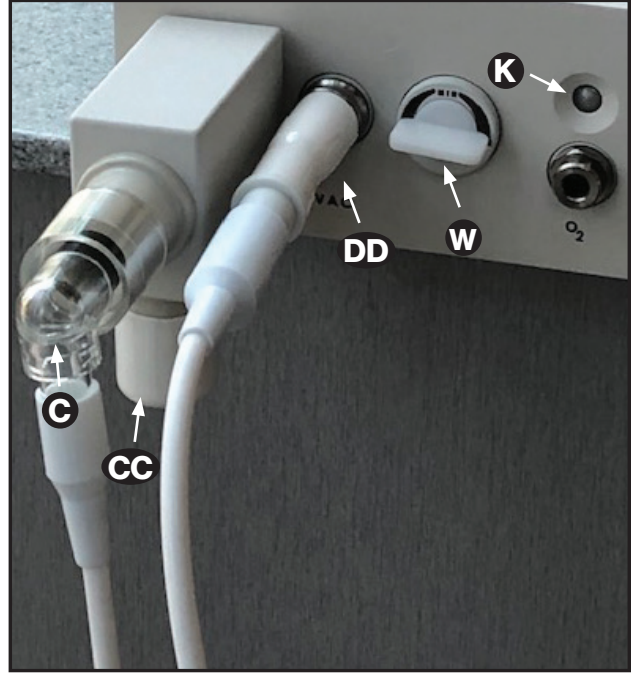

Figure 5
**Accu-Vac™ Vacuum Controller:** Connect the Axess RFS Circuit to Accu-vac Controller per Figure 5. Note that the Accuvac Adapter  (28559-FRU) is required. Do not use with standard fitting.
**Accu-Vac™ Vacuum Controller:** Adjust the flow on the Accu-vac Controller to fully open (horizontal) using knob  per Figure 5. Disregard light colors as they do not function with Axess™ Circuits.
**Accu-Vac™ Vakuumregler:** Schließen Sie das Axess™ RFS-System gemäß Abbildung 5 an den Accu-Vac-Regler an. Beachten Sie, dass der Accuvac-Adapter  (28559-FRU) hierfür erforderlich ist. Nicht mit einem Standardanschluss verwenden.
**Accu-Vac™ Vakuumregler:** Öffnen Sie den Durchfluss am Accu-Vac-Regler vollständig (Drehknopf in horizontaler Position), siehe  Abbildung 5. Ignorieren Sie die farbigen Leuchtanzeigen, da diese bei Axess™ Systemen nicht funktionieren.